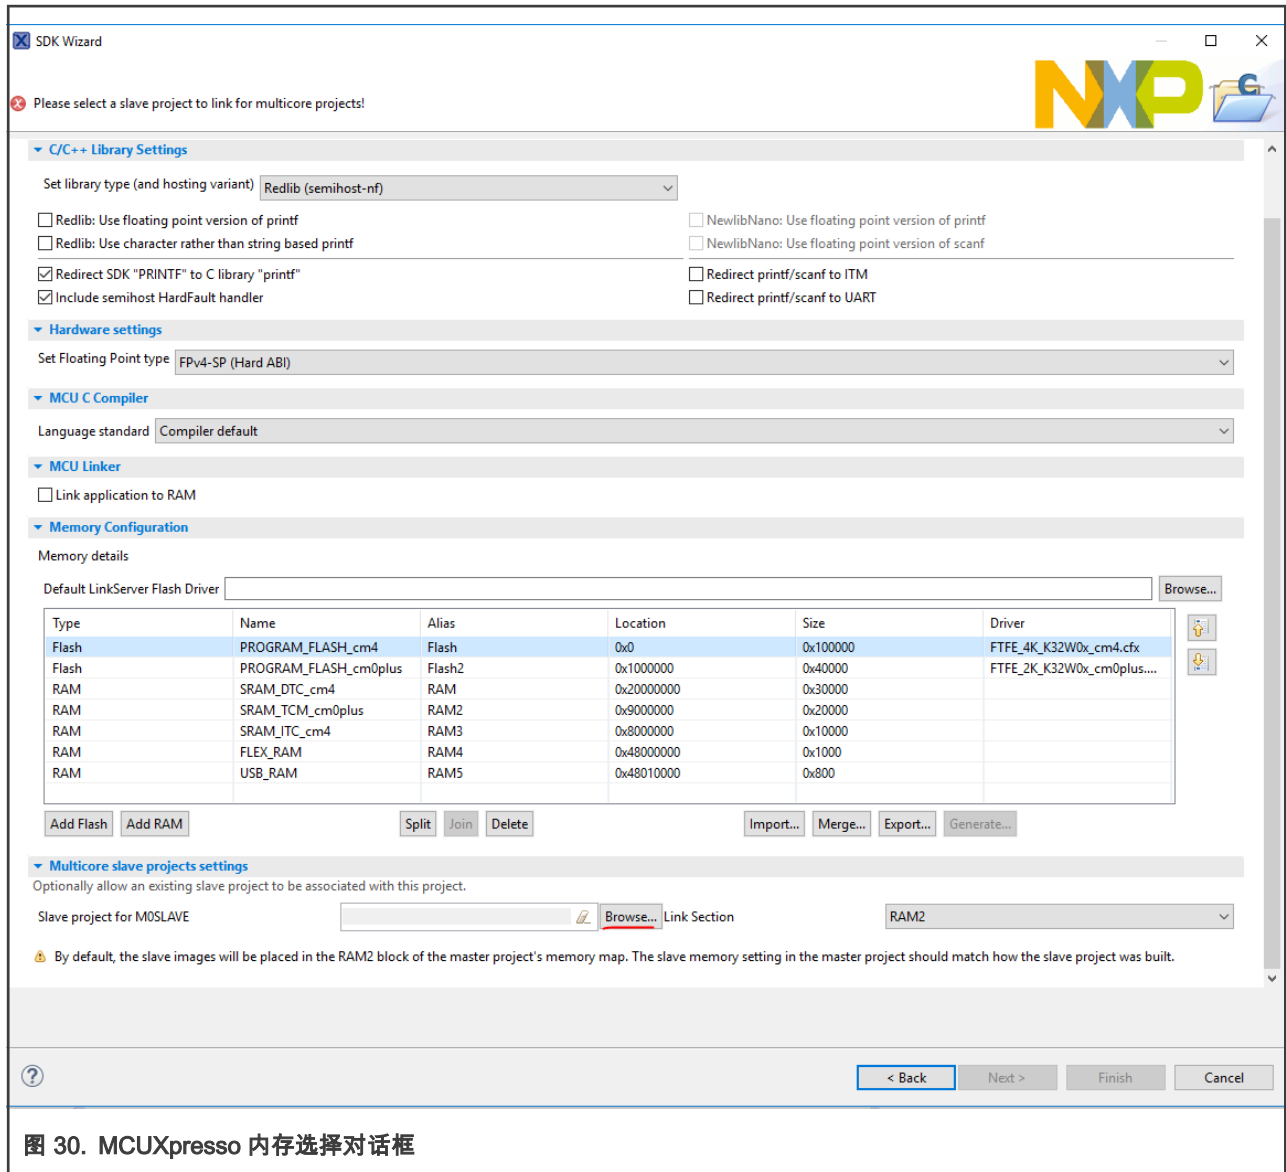

图 30. MCUXpresso 内存选择对话框
3. 单击从项目旁边的 Browse 以打开 M0SLAVE 选择框（如图 30 所示）来选择工作区中的从项目。